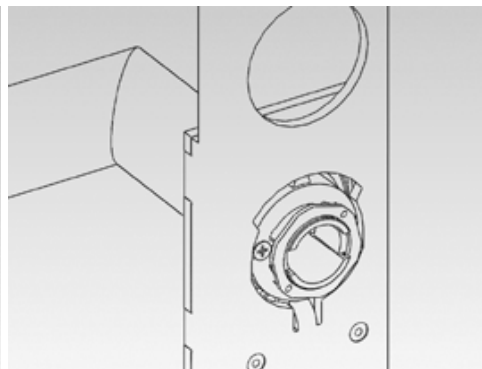
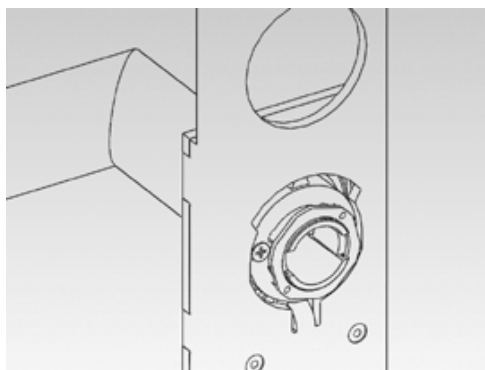
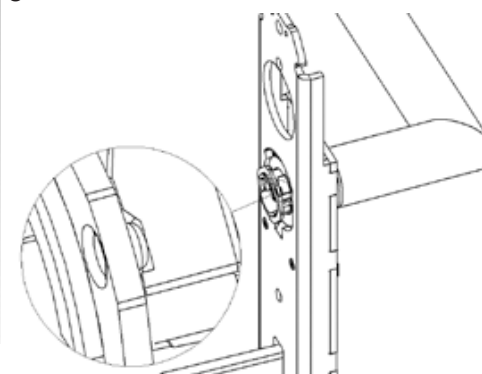

Abbildung 4:
Abbildung 5:
Abbildung 6:
12. Den Außendrücker (3) festhalten und mit dem Gabelschlüssel den Drückerverschluss (5) bis zum Anschlag ca. 75° nach rechts verdrehen (Abbildung 4 und Abbildung 5). Bei nicht korrekter Montage ist es möglich, dass sich der Drücker wieder lösen kann.
13. Die Montage des Innenbeschlages (8) erfolgt von der Innenseite der Tür. Den Vierkant des Innenbeschlages durch die Nussaufnahme des Einsteckschlusses (6) schieben, und den Innenbeschlag (8) bis ca. 5 cm Entfernung auf die Tür schieben.
14. Den unteren Abstandsbolzen (7) in den Außenbeschlag (4) einstecken, der obere Abstandsbolzen (7) ist werkseitig schon befestigt.
16. Gleichzeitig die Nussaufnahme des Außenbeschlages auf den Vierkant und die beiden Abstandsbolzen (7) durch die angebrachten Bohrungen der Tür schieben, dabei das Kabel des Außenbeschlages immer straff nach innen ziehen. Darauf achten das hierbei das Kabel des Außenbeschlages nicht gequetscht bzw. geknickt wird (Abbildung 6).
18. Das zweite 2-polige Kabel des Innenbeschlages kann frei hängen, darf aber bei Montage der Innenabdeckung (13) nicht gequetscht bzw. geknickt werden. Bitte nicht am Kabel ziehen, dieses dient optional zum Anschluss der LockNode-Platine.
21. Obere Batterie (10) vorsichtig aus der Halterung entnehmen. Die Batterie nur mit sauberen und fettfreien Handschuhen berühren!